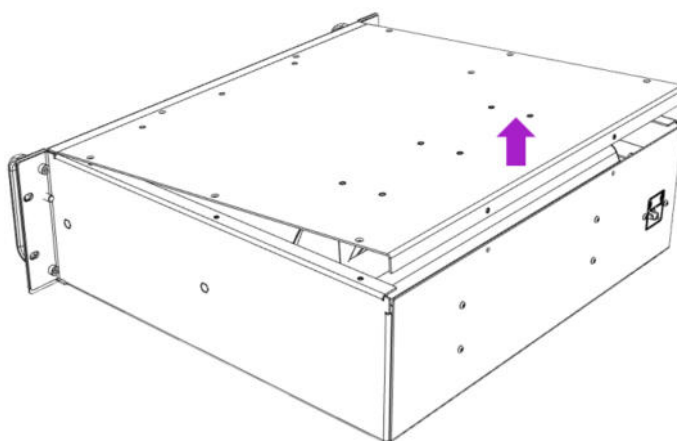

Fig. 11
4. Levante la tapa superior de la carcasa en la parte trasera (Fig.11)